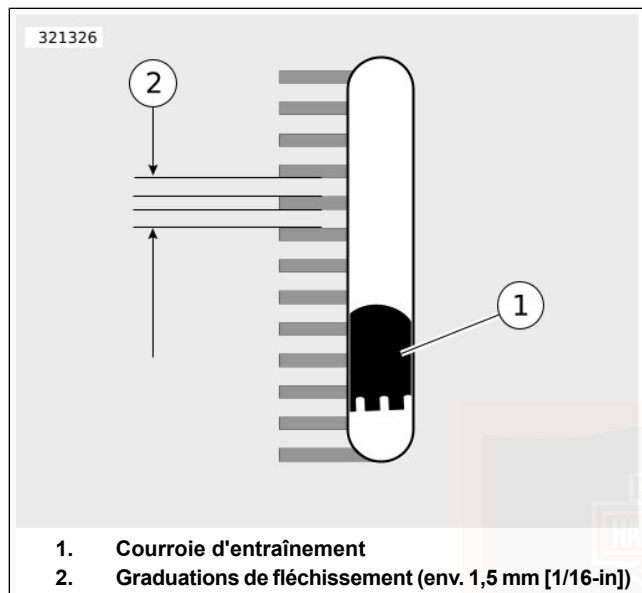

Figure 34. Fenêtre de fléchissement de la courroie
- a. Faire glisser le joint torique (4) vers le repère de 0 (3).
- b. **Modèles équipés d'une fenêtre de fléchissement de courroie** : ajuster le berceau de la courroie (2) contre le bas de la courroie d'entraînement en alignement avec la fenêtre de fléchissement de courroie.
- c. **Tous les autres modèles** : ajuster le berceau de courroie (2) contre le bas de la courroie d'entraînement à mi-chemin entre les poulies d'entraînement.
- d. Pousser le bouton (6) vers le haut jusqu'à ce que le joint torique s'abaisse vers le repère de 4,54 kg (10 lb) (5) et s'immobilise.
- a. **Modèles équipés d'une fenêtre de fléchissement de courroie** : voir Figure 34. Mesurer le fléchissement de la courroie tel qu'il apparaît dans la fenêtre de fléchissement de la courroie tout en maintenant fixe le vérificateur. Chaque graduation de fléchissement représente environ 1,6 mm (1/16 in)